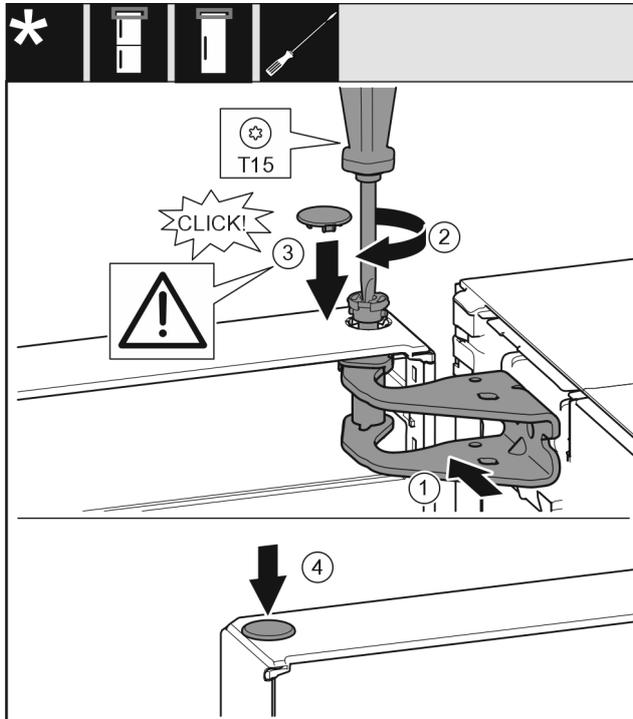

Fig. 26
- ▶ Tür oben zur Öffnung im Lagerbock ausrichten. Fig. 26 (1)
- ▶ Bolzen Fig. 26 (2) einsetzen und mit Schraubendreher festschrauben.
- ▶ Sicherheitsabdeckung Fig. 26 (3) zur Sicherung der Tür montieren: Sicherheitsabdeckung einsetzen und kontrollieren ob sie auf der Tür aufliegt. Ansonsten Bolzen vollständig einsetzen.
- ▶ Stopfen Fig. 26 (4) einsetzen.